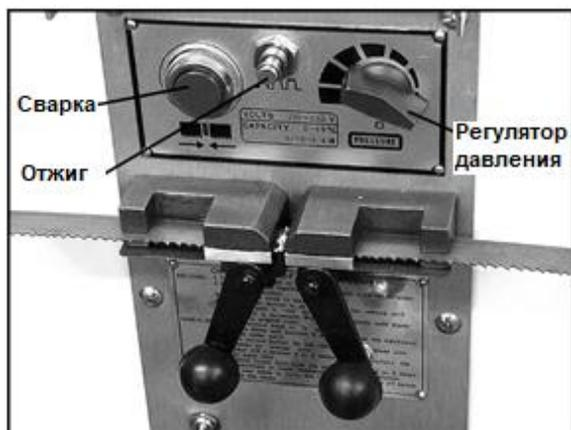

Рис. 18.
6. Вставьте один конец полотна в левый зажим (Рис. 18). Уприте задний край полотна в заднюю
9. Нажмите и удерживайте кнопку включения сварочного устройства (Рис. 18). Когда кнопка нажата, левый зажим смещается к правому и сдавливает концы полотна между собой. Одновременно с этим, через зажимы пропускается ток и происходит сварка полотна с образованием искр. Не отпускайте кнопку до тех пор, пока сварной шов не раскалится докрасна.
16. Быстро нажмите и отпустите кнопку включения отжига (Рис. 18). Повторяйте это действие, пока сварной шов не накалится до слегка красноватого цвета.